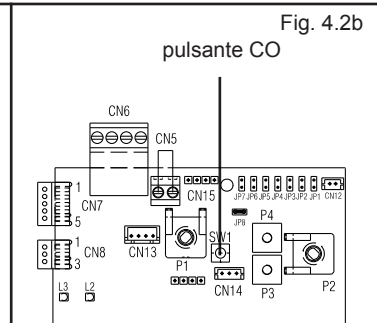

Fig. 4.2b
- premere il pulsante CO (fig. 4.2b).